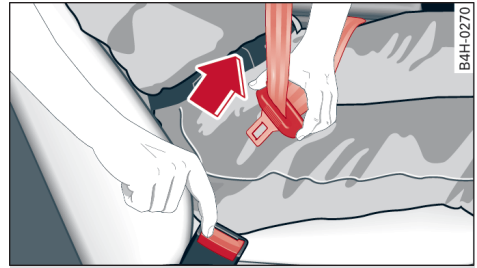

Fig. 56 Extraer la lengüeta del cierre
- Pulse la tecla roja que hay en el cierre del cinturón ⇒ fig. 56. La lengüeta sale.